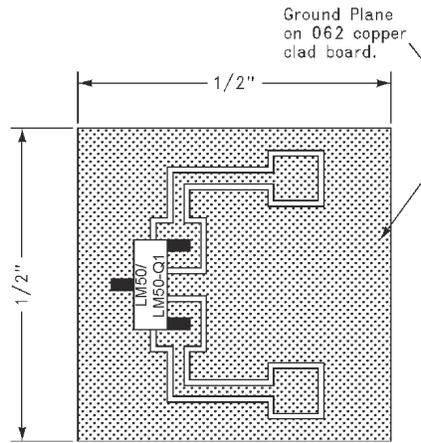

图 8-14. 用于散热器生成热响应曲线的印刷电路板 LM50 (旧芯片)
(1) 器件焊接到 30 号导线。
(2) 使用的散热器是带有 2 盎司箔片的 0.5 英寸方形印刷电路板, 其部件安装如 图 8-14 所示。